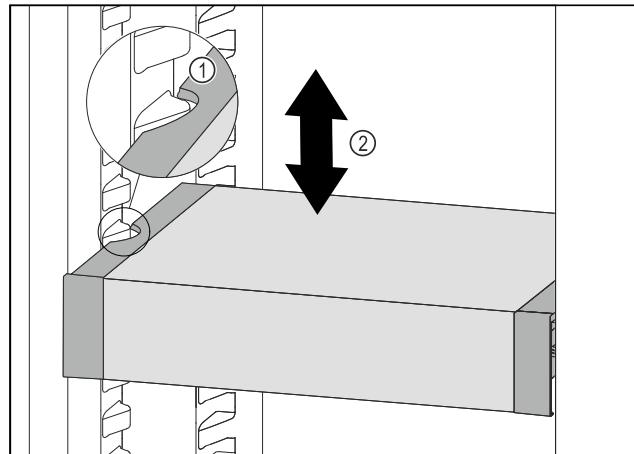

Fig. 123
- Тяните VarioSafe вперед, пока боковые выемки VarioSafe не окажутся на высоте выступа резервуара в холодильном отделении. Fig. 123 (1)
► Двигайте VarioSafe в холодильном отделении вверх или вниз, пока не будет достигнута требуемая высота. Fig. 123 (2)